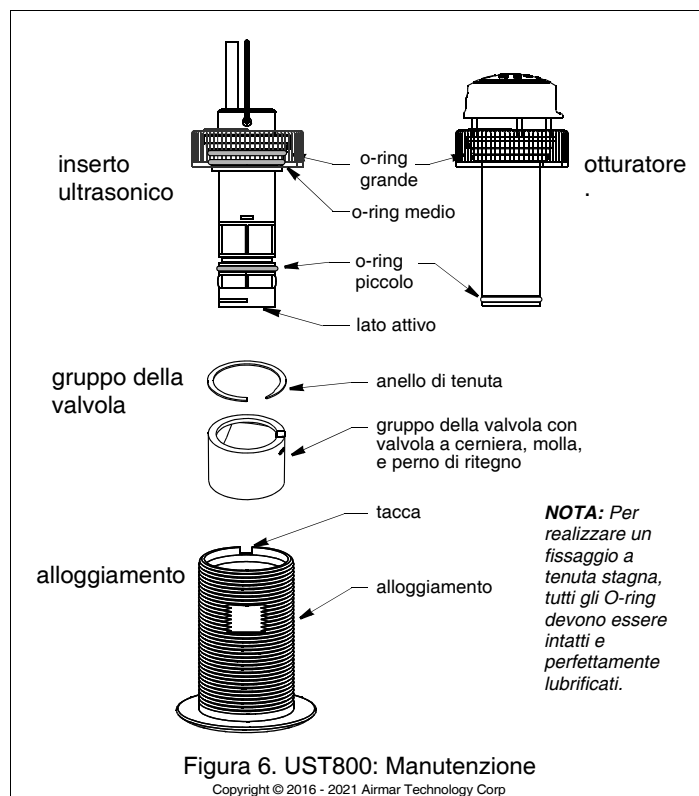

Figura 6. UST800: Manutenzione
5. *Per un fissaggio a tenuta stagna, tutti gli O-ring devono essere intatti e perfettamente lubrificati.* Dopo l'asciugatura del sigillante, ispezionate gli o-ring sull'inserto ultrasonico (sostituendoli se necessario) e lubrificateli con il lubrificante al silicone fornito (Figura 6 or 7).
*Per un fissaggio a tenuta stagna, tutti gli O-ring devono essere intatti e perfettamente lubrificati.* Ispezionate gli o-ring (sostituendoli se necessario) e lubrificateli con il lubrificante al silicone fornito o con petrolato (Figura 6 o 7).
2. Afferrate l'anello a strappo e rimuovete l'inserto ultrasonico tirando lentamente (Figura 6).
3. Fate scivolare l'otturatore nell'alloggiamento (Figura 6). Collocatelo in posizione spingendo e ruotando fino a quando la chiavetta si incastra nella tacca. Avvitate il dado cieco in posizione. Stringete **esclusivamente a mano**. Non stringete in modo eccessivo.
La vegetazione acquatica colpisce in modo notevole le prestazioni dell'inserto ultrasonico. Pulite il lato attivo con una spatola smussata, prestando attenzione a non graffiare la superficie (Figura 6 o 7). In presenza di incrostazioni gravi, effettuate una carteggiatura leggera con carta asciutta/umida a grana fine (#320).
Per un fissaggio a tenuta stagna, tutti gli O-ring devono essere privi di abrasioni e tagli. Installate gli o-ring sull'inserto ultrasonico come mostrato (Figura 6 o 7). Sistemate gli o-ring rimanenti in una posizione simile sull'otturatore.
- Per un fissaggio a tenuta stagna, tutti gli O-ring devono essere intatti e perfettamente lubrificati. Sull'otturatore, ispezionate gli O-ring (sostituendoli se necessario) e lubrificateli con un lubrificante al silicone o con petrolato (Figura 6).
- Togliete l'anello di tenuta dal gruppo della valvola utilizzando un cacciavite per liberare l'estremità dell'anello (Figura 6).
- Pulite, riparate o sostituite il gruppo della valvola in modo che la valvola a cerniera si muova liberamente e si posizioni contro l'alloggiamento della valvola (Figura 6).